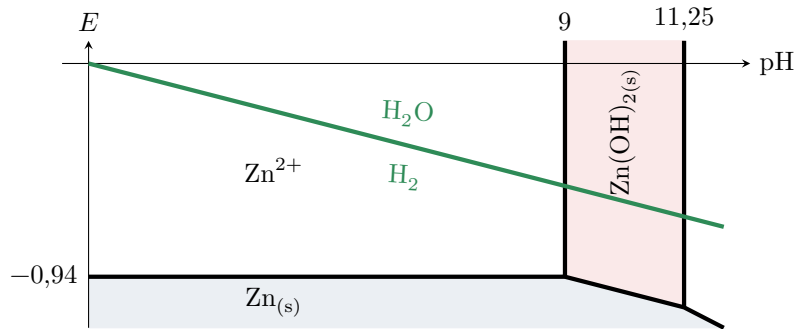

Figure 2 – Diagramme de corrosion du zinc. L'hydroxyde de zinc étant suffisamment stable, c'est lui qui est considéré dans ce diagramme.
• Exemple d'un métal résistant à la corrosion : le zinc (figure 2)